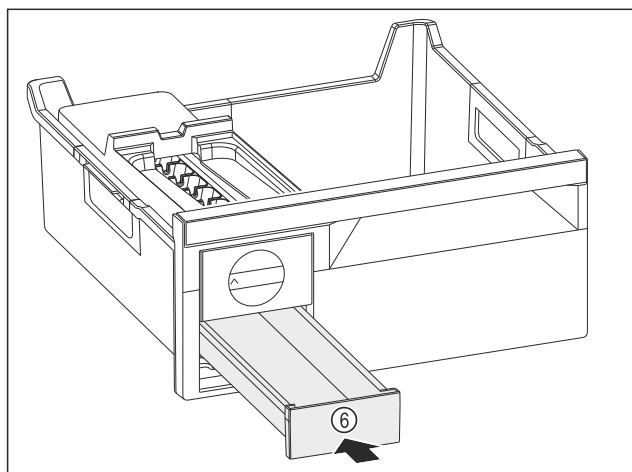

Fig. 176
- Встановіть форму для льоду Fig. 176 (6).